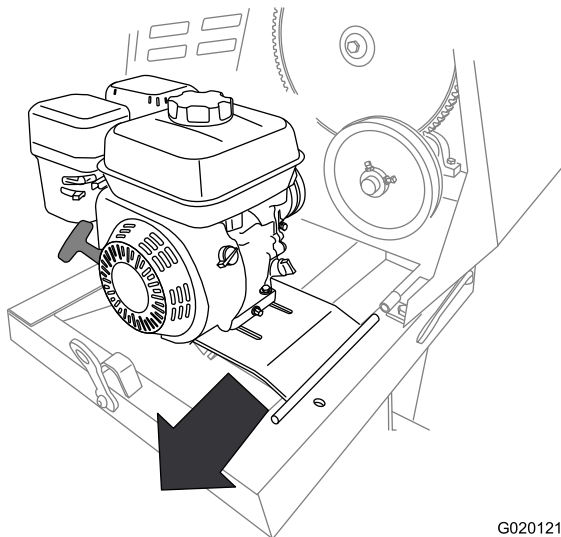

Figura 52
2. Alinee el pivote de la chapa del motor con el soporte delantero de la bisagra (Figura 52).
3. Deslice la chapa del motor hacia adelante encajando el pivote en el soporte delantero de la bisagra (Figura 52).
4. Alinee el soporte trasero de la bisagra con el pivote de la bisagra de la chapa del motor (Figura 52).
8. Deslice la chapa del motor hacia atrás para retirarla del soporte delantero de la bisagra (Figura 52).
9. Retire el motor y la chapa del motor de la máquina (Figura 52).